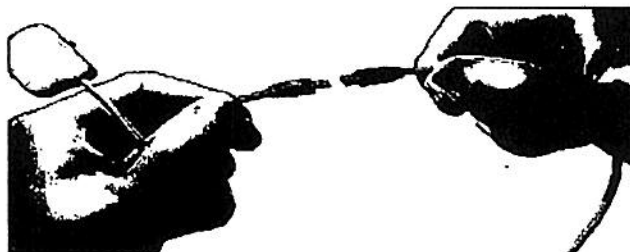

Figura 7. Cables de estimulación intraoperatoria 1x8 extensión
1. Conecte la extensión al cable de estimulación intraoperatoria (Figura 7).